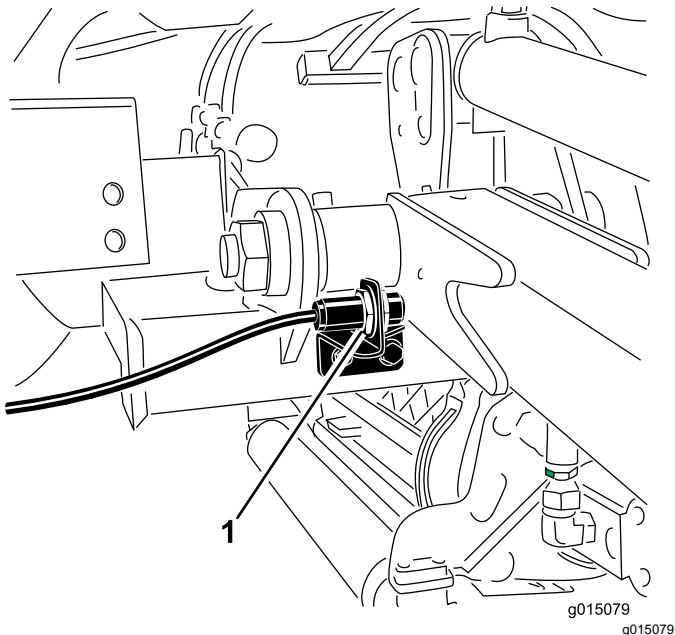

Bild 60
2. Der Hubarmschalter befindet sich hinter dem rechten vorderen Hubarm (Bild 60).
3. Lösen Sie die Befestigungsschrauben des Schalters (Bild 60) und schieben Sie den Schalter nach oben, um die Wendehöhe des Hubarms zu erhöhen, oder schieben Sie den Schalter nach unten, um die Wendehöhe des Hubarms zu verringern. Ziehen Sie die Befestigungsschrauben fest.